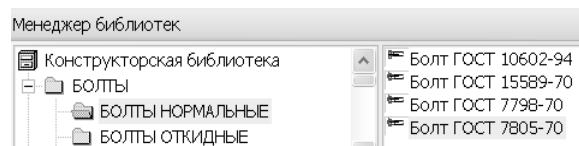

Рис. 35. Менеджер библиотек
4. Выберите стандартные крепежные изделия из конструкторской библиотеки — болт: меню *Библиотека* → *Конструкторская библиотека* → папка *БОЛТ* → папка *БОЛТЫ НОРМАЛЬНЫЕ*. Активизируйте раздел *Болт ГОСТ 7798–70* (рис. 35).